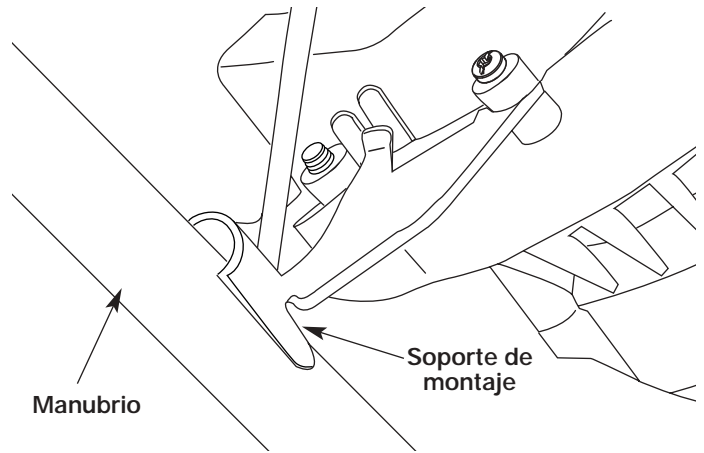

Figure 5
3. De a una por vez, sostenga una tuerca hexagonal en el hueco de la abrazadera inferior con un dedo e instale un tornillo a través del ensamble de la abrazadera. Comience el tornillo con un destornillador Phillips grande. Haga lo mismo con las otras tres (3) tuercas y tornillos. No apriete hasta que ajuste la manija.
4. Coloque las dos (2) abrazaderas del manubrio con una a cada lado cerca de la parte superior del manubrio. Gire el manubrio hasta que se fije en la parte exterior de los dos soportes de montaje sobre el motor (Fig.5).